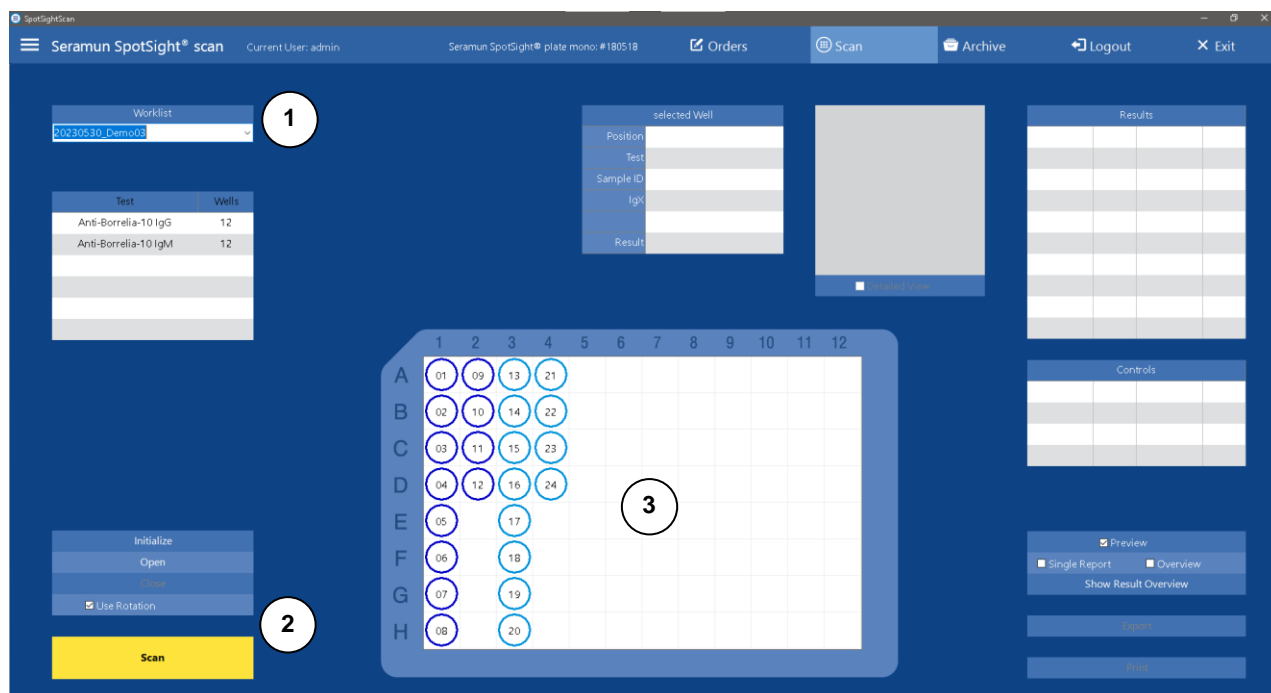

Figura 7: Página Escaneado (Seramun SpotSight® plate mono)
La página Escaneado (Figura 7) se utiliza para capturar imágenes, analizar y emitir los resultados de las pruebas SeraSpot® reveladas de acuerdo con las listas de tareas creadas.
- Select Worklist* (seleccionar lista de trabajo) - (Figura 7 ①) Selección de una lista de tareas pendientes
La siguiente tabla muestra qué pruebas con cuántas solicitudes forman parte de la lista de tareas. La vista general en el centro (Figura 7 ③) utiliza anillos de colores (codificación de las pruebas) para mostrar la disposición de las pruebas en la placa de microtitulación y el número secuencial de las solicitudes. La disposición de los pocillos y tiras codificados por colores en la placa de microtitulación que se va a procesar debe corresponderse con la figura.
Los elementos operativos para controlar el equipo se encuentran en la parte inferior izquierda (Figura 7 ②)